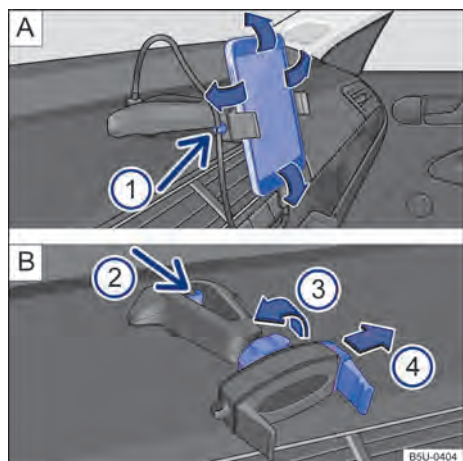

Fig. 145 No console central: suporte para smartphone e ajustes.
- Segurar o suporte com uma mão e pressionar o botão de destravamento → **Fig. 145 B**
- Com a haste → **Fig. 145 B**
- Com a outra mão deslocar a haste → **Fig. 145 B**
- Colocar o cabo USB na entrada carregador USB do suporte existente no painel de instrumentos → **Fig. 145 A**.
- Prender o cabo no suporte → **Fig. 145 A**
- Para liberar o movimento do suporte, girar a trava → **Fig. 145 B**
- Para fixar a posição, girar a trava no sentido da seta → **Fig. 145 B** até a fixação total do suporte.
O suporte para smartphone tem garantia de 3 anos, com exceção da haste deslizante (garra) → Fig. 145  ④ que tem garantia de 1 ano.